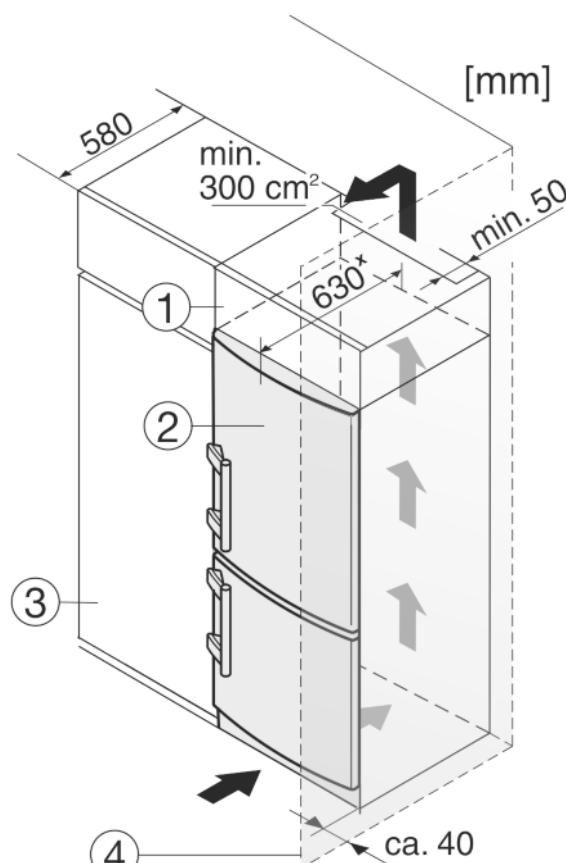

Fig. 9
(1) Дополнительный шкафчик
(2) Устройство
(3) Кухонный шкаф
(4) Стенка
Устройство может быть окружено предметами кухонной обстановки. Чтобы уравнять устройство Fig. 9 (2) по высоте с кухонной стенкой, можно установить над устройством соответствующий дополнительный шкафчик Fig. 9 (1).
При комбинировании с кухонными шкафами (глубина макс. 580 мм) устройство можно установить непосредственно рядом с кухонным шкафом Fig. 9 (3). Устройство выступает сбоку на 34 мм^x и по центру на 50 мм^x относительно передней стенки кухонного шкафа.
Если устройство установлено на шарницах у стены Fig. 9 (4), то расстояние между устройством и стеной должно быть не менее 40 мм. Настолько выступает ручка при открытой дверце.